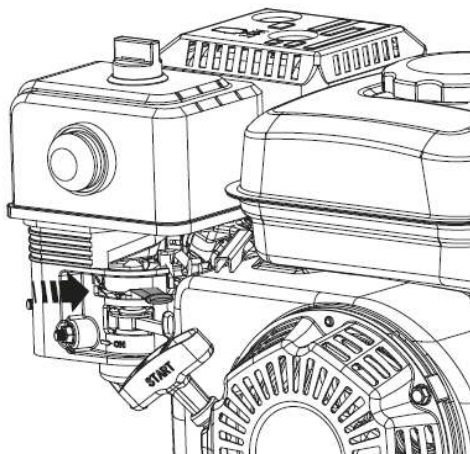

Рис. 27
9. После запуска регулятор оборотов газа (рис. 27) установите в режим холостого хода (крайнее правое положение)
10. По мере прогрева двигателя открывайте воздушную заслонку (рис. 27). Прогрев двигателя на холостых оборотах в зависимости от температуры окружающей среды занимает от 1 до 3 минут.